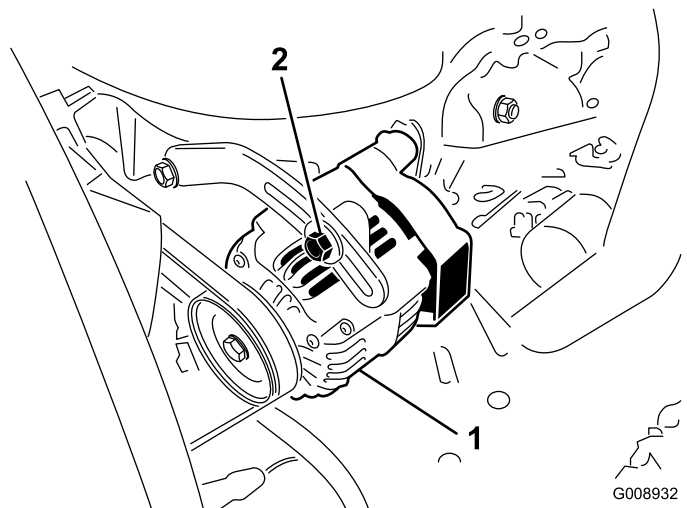

Figura 102
Controllate lo stato e la tensione delle cinghie (Figura 102) ogni 100 ore di servizio.
3. Se l'inflessione non è di 10 mm, allentate i bulloni di fissaggio dell'alternatore (Figura 102).